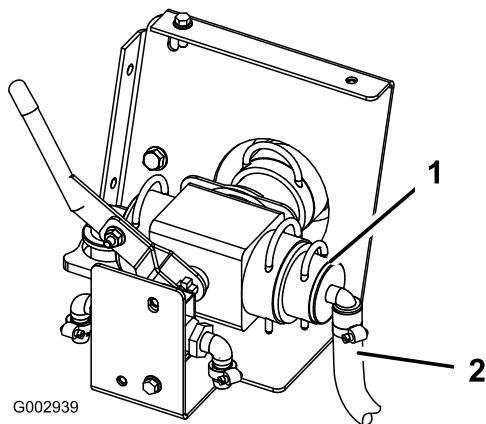

Bild 39
22. Schließen Sie den 3/4 Zoll Schlauch an das Steuerventil an, das zur Fahrzeugvorderseite zeigt (Bild 39).